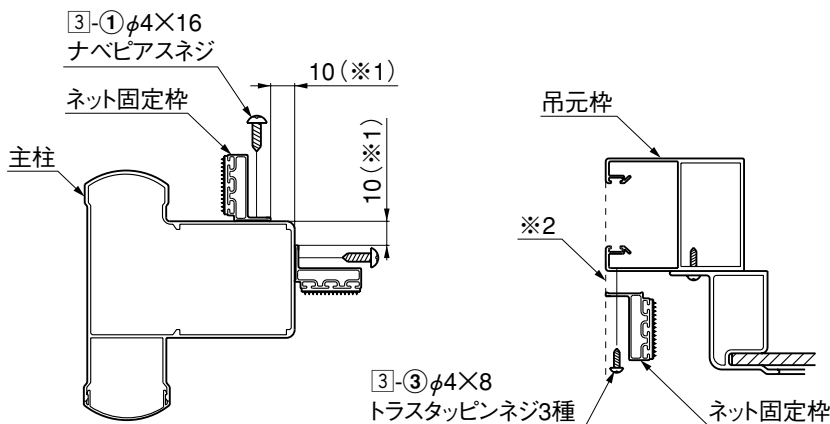

図5-3 A部詳細
- 3 柱端面より10mmの位置(※1)にネット固定枠の端面が来るように3-1で固定してください。(図5-3参照)